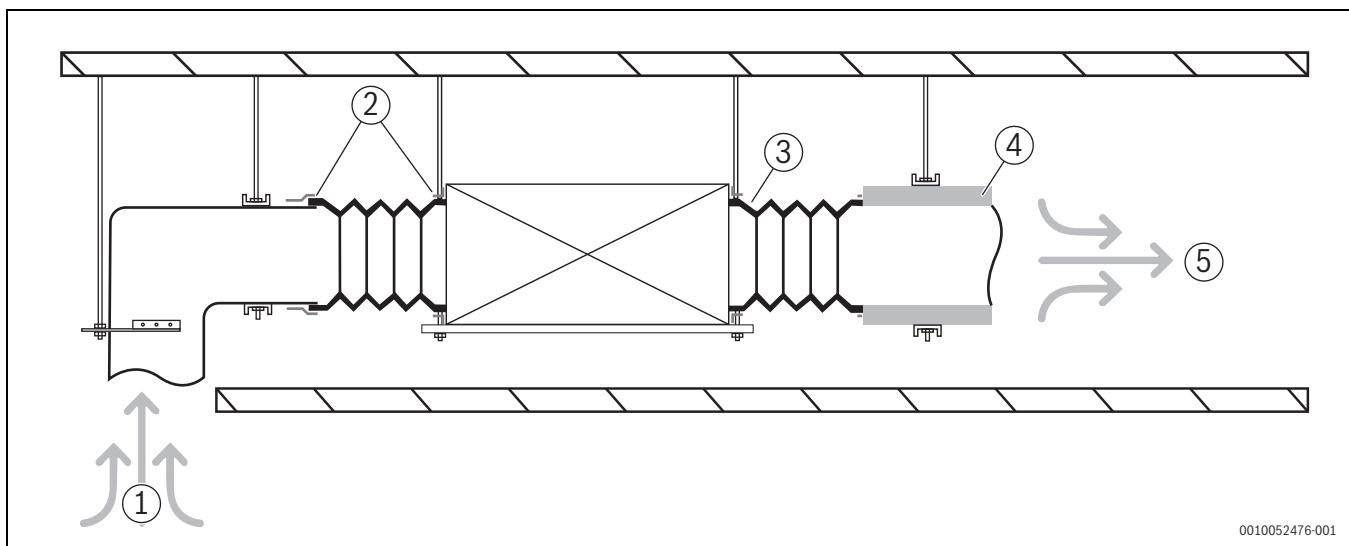

Fig. 28 Condotto con requisiti di pressione statica
6. Collegare il condotto dell'aria come mostrato in Fig. 28. Preparazione in loco prevista per tutti i componenti tranne il condizionatore.
**Legenda Fig. 28:**